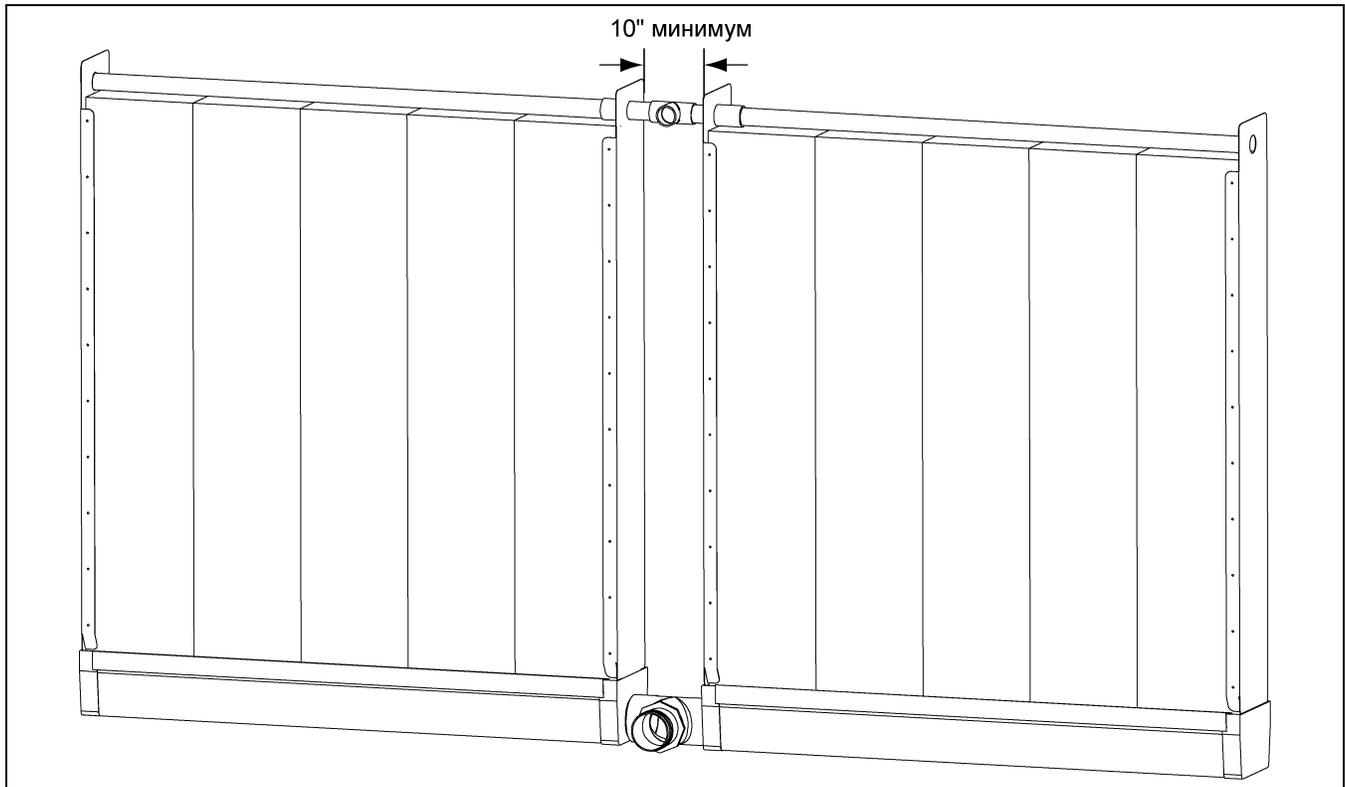

Рисунок 1
**Примечание:** Во время монтажа перед установкой центрального выпускного комплекта обеспечьте зазор минимум 10" между стальными концевыми панелями. (см. рисунок 1.)